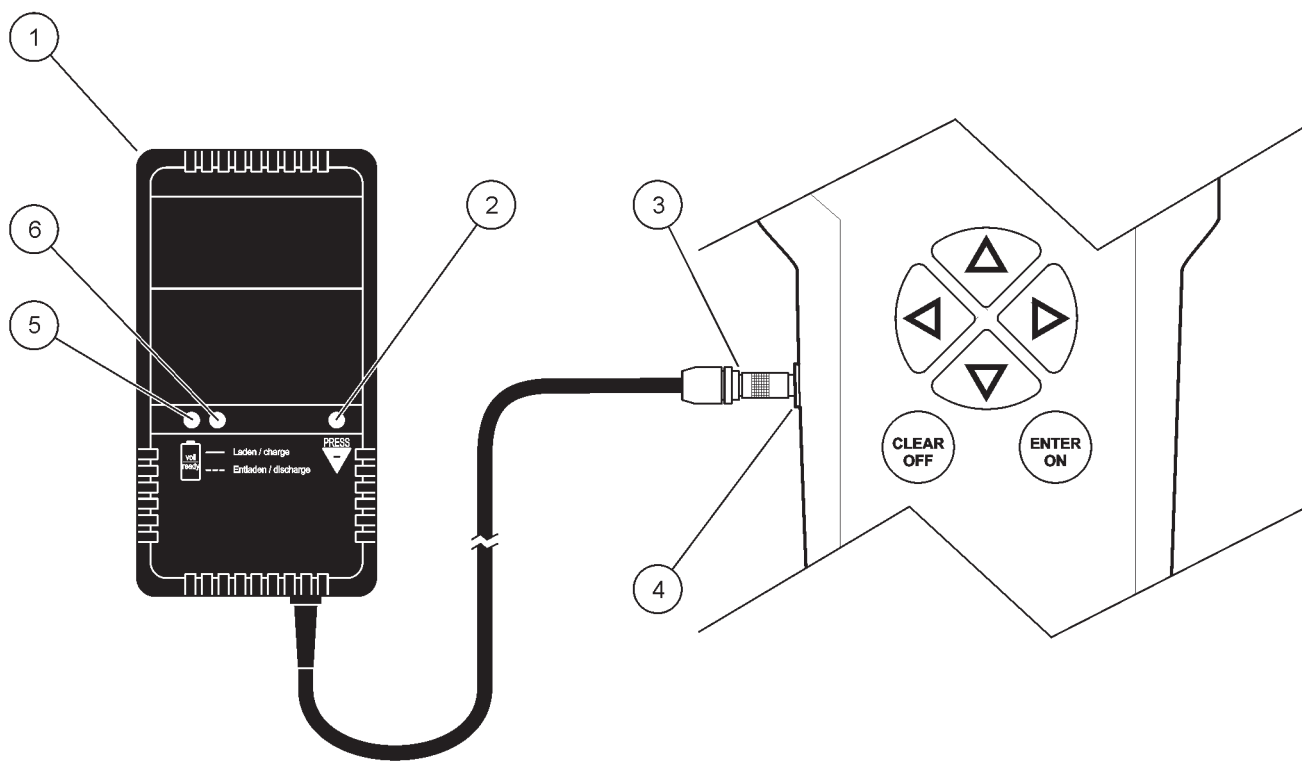

Figure 4 Charge des piles rechargeables
3. Insérez la fiche de charge (élément 3, Figure 4) dans la prise de charge (élément 4, Figure 4) de l'appareil.
1. Raccordez le chargeur à la source d'alimentation, puis à l'appareil (Figure 4). Les piles sont chargées.